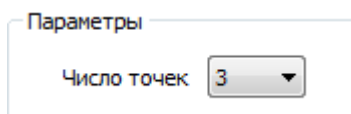

Рисунок 51. Количество точек для калибровки
- **Полином Лагранжа.** Калибровка будет осуществляться полиномом Лагранжа (более плавной функцией, чем предыдущие) по количеству точек, заданному в выпадающем списке (от 3 до 5, Рис. 51).